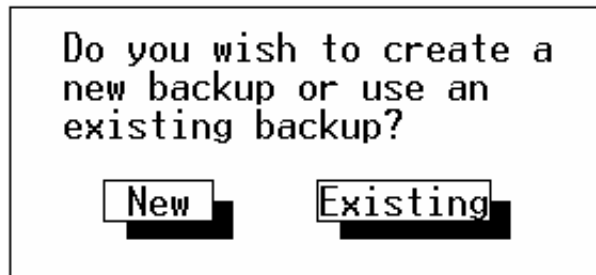

Figura 2-33. Backup Novo ou Existente
1. Selecione Update Hardware no menu de Arquivo. Uma caixa de diálogo aparece como exibido na Figura 2-33 para especificar se deve criar um novo backup da configuração do FloBoss ou utilizar um backup existente.